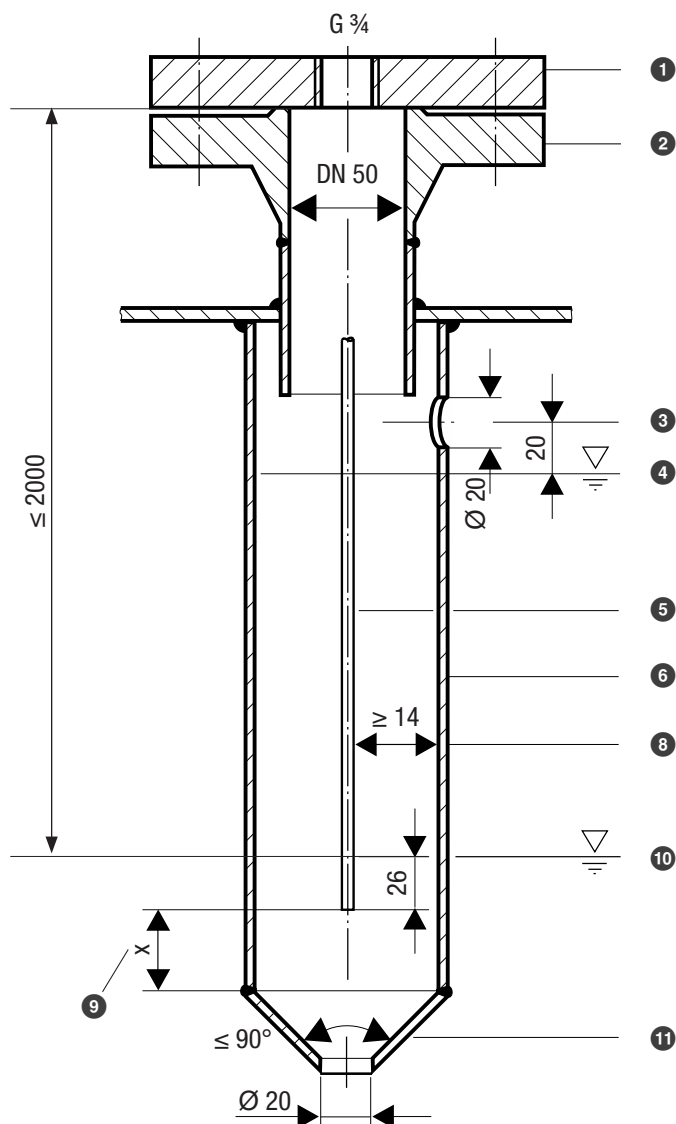
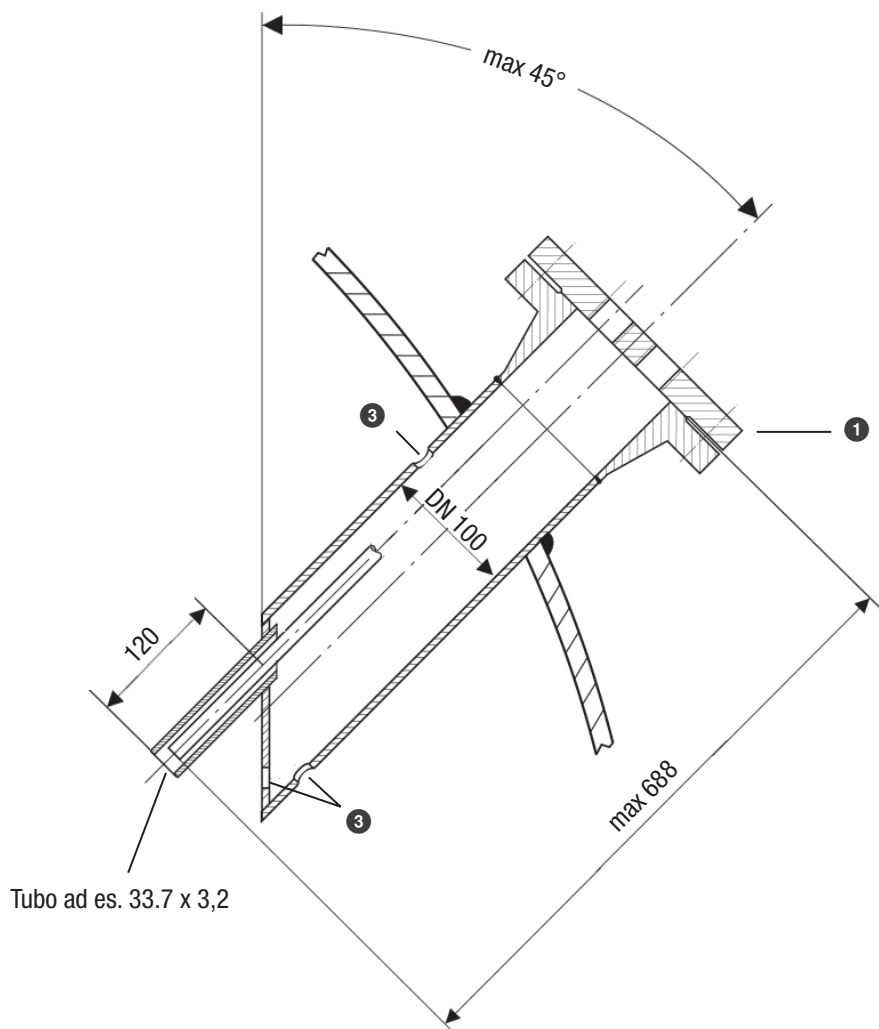

Fig. 12
Fig. 16
- Durante il montaggio della sonda di livello attenersi sempre alla distanza minima, ved. Esempi di installazione Fig. 12 - Fig. 16.
Esempio di installazione con ingombri, ved Fig. 12, pagina 30
Legenda da Fig. 12 a Fig. 16
- ❶ Fig. 12, 13: Flangia (PN 40, DN 50) EN 1092-1 (sonda singola)